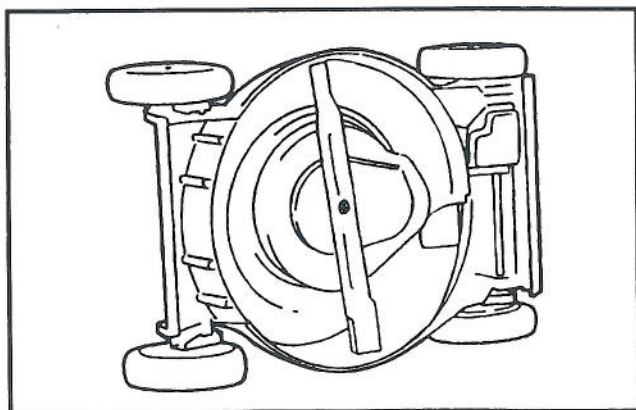

Figure 22
3. Basculer la tondeuse sur le côté droit (fig. 22).